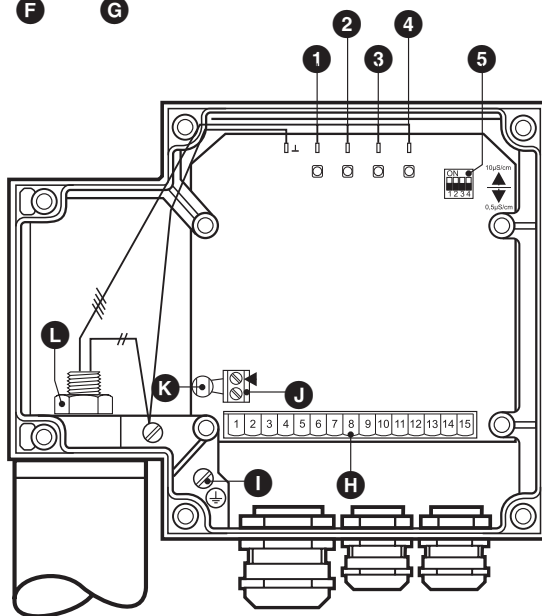

Fig. 6
3. Schraube **L** mit 17er Maulschlüssel lösen. Nicht abschrauben! **Fig. 6**